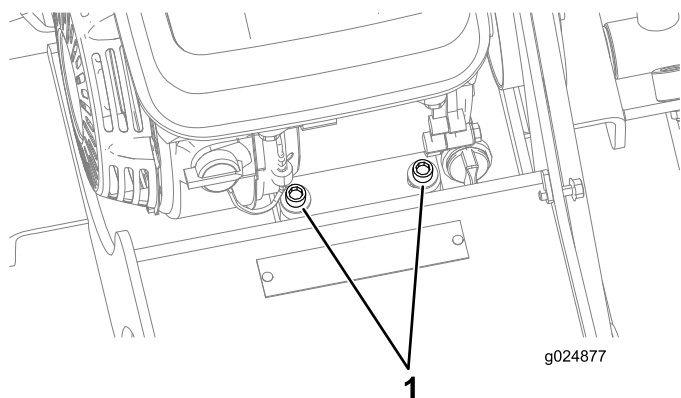

Figura 27
2. Afloje los 2 pernos de cabeza allen (5/16-24 x 1.75 pulgadas) que sujetan la parte delantera del motor (Figura 27).
7. Apriete los 2 pernos de cabeza allen (5/16-24 x 1.75 pulgadas) que sujetan la parte delantera del motor a 12.5–16.4 Nm (9.2–12.1 pies-libra), según se muestra en Figura 27.